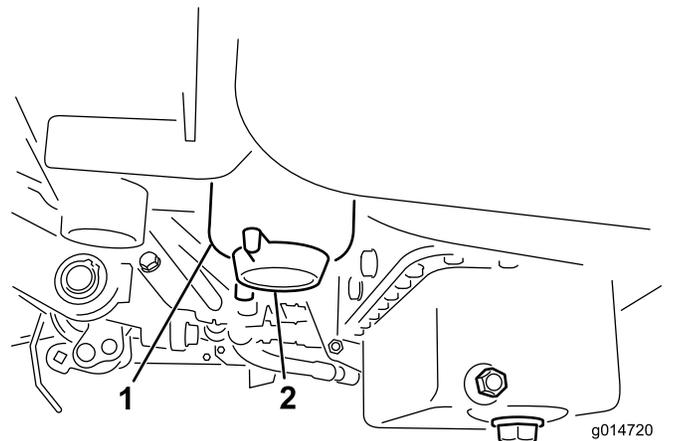

図 36
2. フィルタ容器 (図 36) の周辺をウェスできれいにぬぐう。
4. フィルタのドレンプラグを開く 図 36。